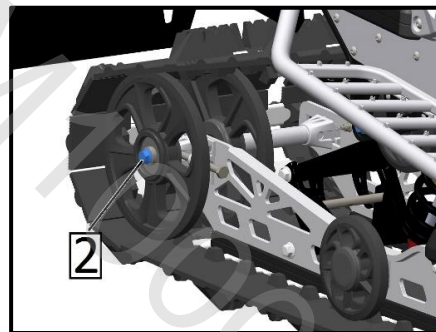

Рис. 25
3. Ослабьте болты (поз. 2, рис. 25) крепления катков.